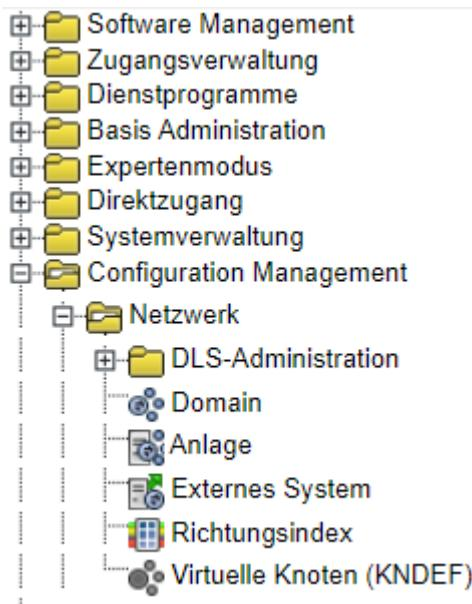

Figure 67: Uploads von OpenScape/HiPath 4000 über Configuration Management einleiten
- 4) Öffnen Sie im Dialogfenster Configuration Management – Anlage erneut das Menü Aktion und klicken Sie dann auf Upload (siehe Bild 67).